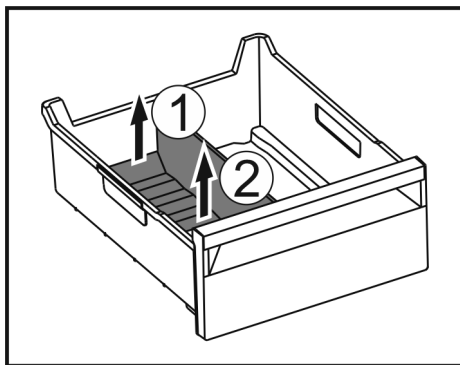

Fig. 70
- Løft opp baksiden av isrom-deleren. Fig. 70 (1)
- Ta ut isrom-deleren oppover. Fig. 70 (2)